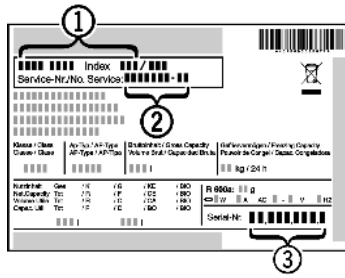

Fig. 14
- ▶ Očitajte naziv uređaja *Fig. 14 (1)*, servisni broj *Fig. 14 (2)* i serijski broj *Fig. 14 (3)* s tipске pločice. Tipска pločica nalazi se na lijevoj unutarnjoj strani uređaja.
- ▶ Obavijestite službu za kupce i javite im kvar, naziv uređaja *Fig. 14 (1)*, servisni broj *Fig. 14 (2)* i serijski broj *Fig. 14 (3)*.